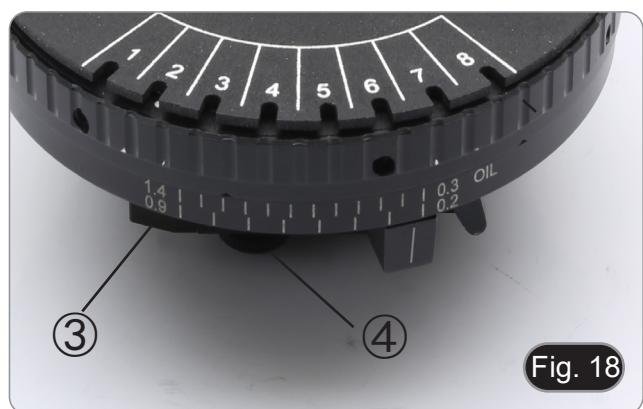

Fig. 18
- 3. Pressione o controle do polarizador ③ para inseri-lo no caminho óptico. (Fig. 18)
- 5. Desaperte o parafuso de fixação da rotação do polarizador ④. (Fig. 18)